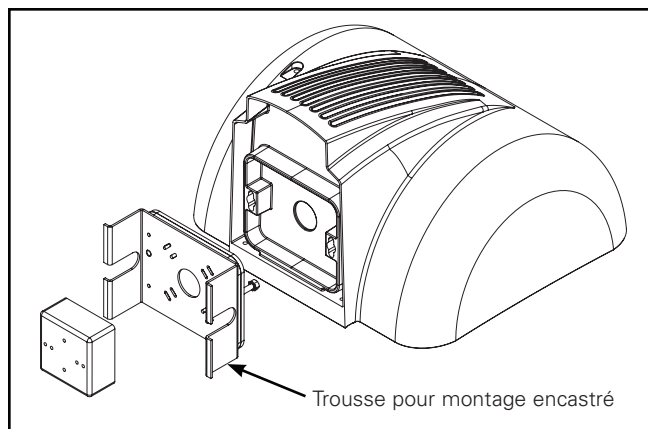

Figure 2. Montage encastré VWM/EM
2. montage encastré: se monte sur une plaque encastrée dans le mur (accessoire optionnel VWM/EM) (Figure 2).
1. La trousse de montage encastré est conçue pour être utilisée lorsque vous souhaitez couler le support de montage dans un mur coulé. Pour l'orientation du luminaire vers la boîte de jonction (Figure 2).